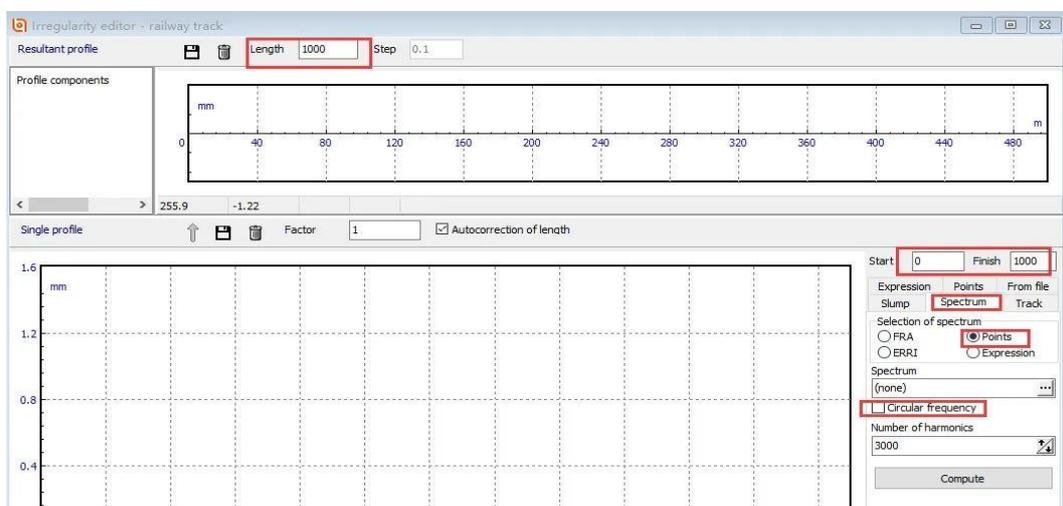

图 066-7
9、切换到 **Spectrum-Points** 页面，这里可以通过输入功率谱密度函数的数据点来生成随机样本，如图 066-7，设置样本长度，并取消圆频率选项。